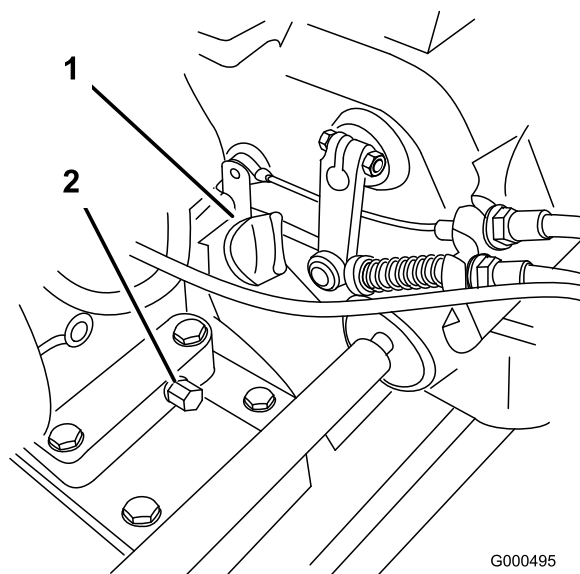

Figura 29
2. Posizionate la macchina in modo che il motore sia a livello e pulite attorno al misuratore del livello dell'olio (Figura 29).
3. Rimuovete l'asta di livello dell'olio ruotandola in senso antiorario (Figura 29).
2. Collocate una bacinella sotto il tappo di spurgo, dietro la macchina (Figura 29). Allentate il tappo di spurgo.